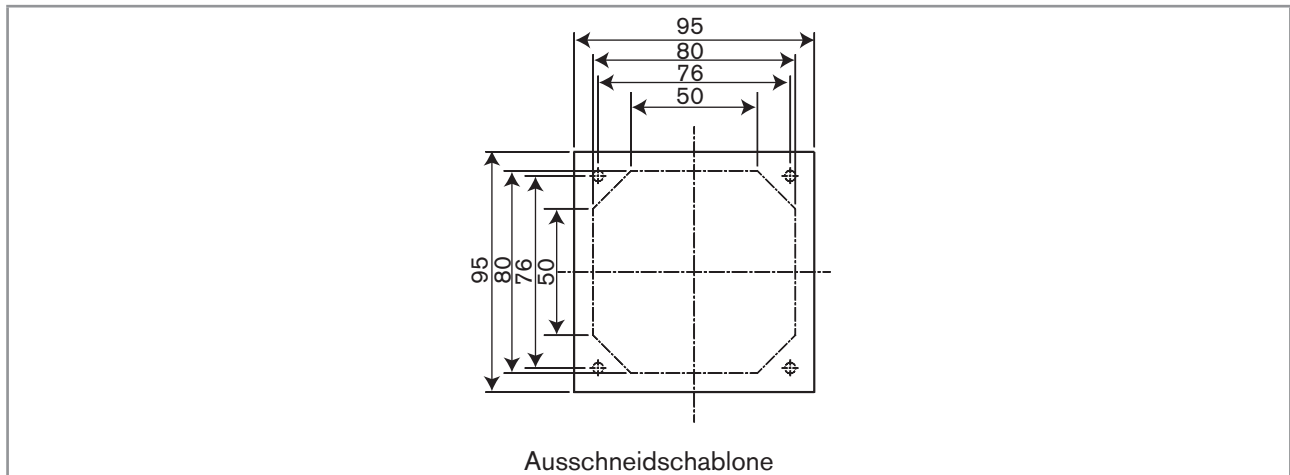

Bild 4: Abmessungen der Ausschnittschablone [mm]
- Die mitgelieferte Ausschnittschablone verwenden, dabei die in "Bild 4" angegebenen Maße für den Ausschnitt des Schaltschranks berücksichtigen.